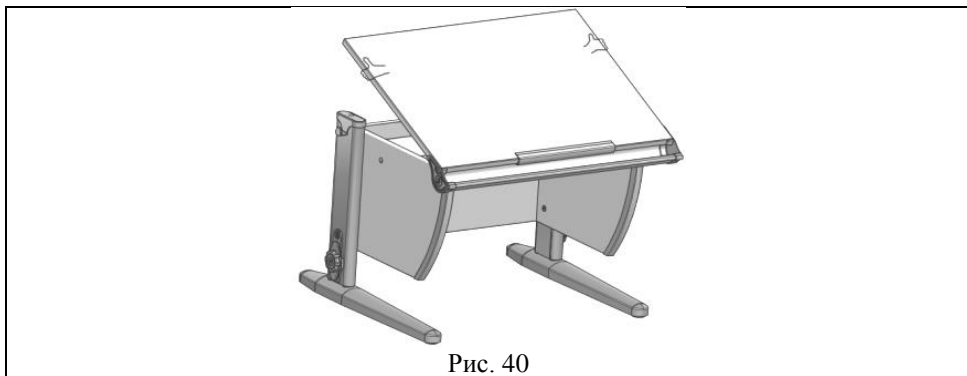

Рис. 40
6.5.1 Приподнять столешницу (держась за дальний левый или правый угол столешницы) на нужный угол наклона. (См. рис. 40)